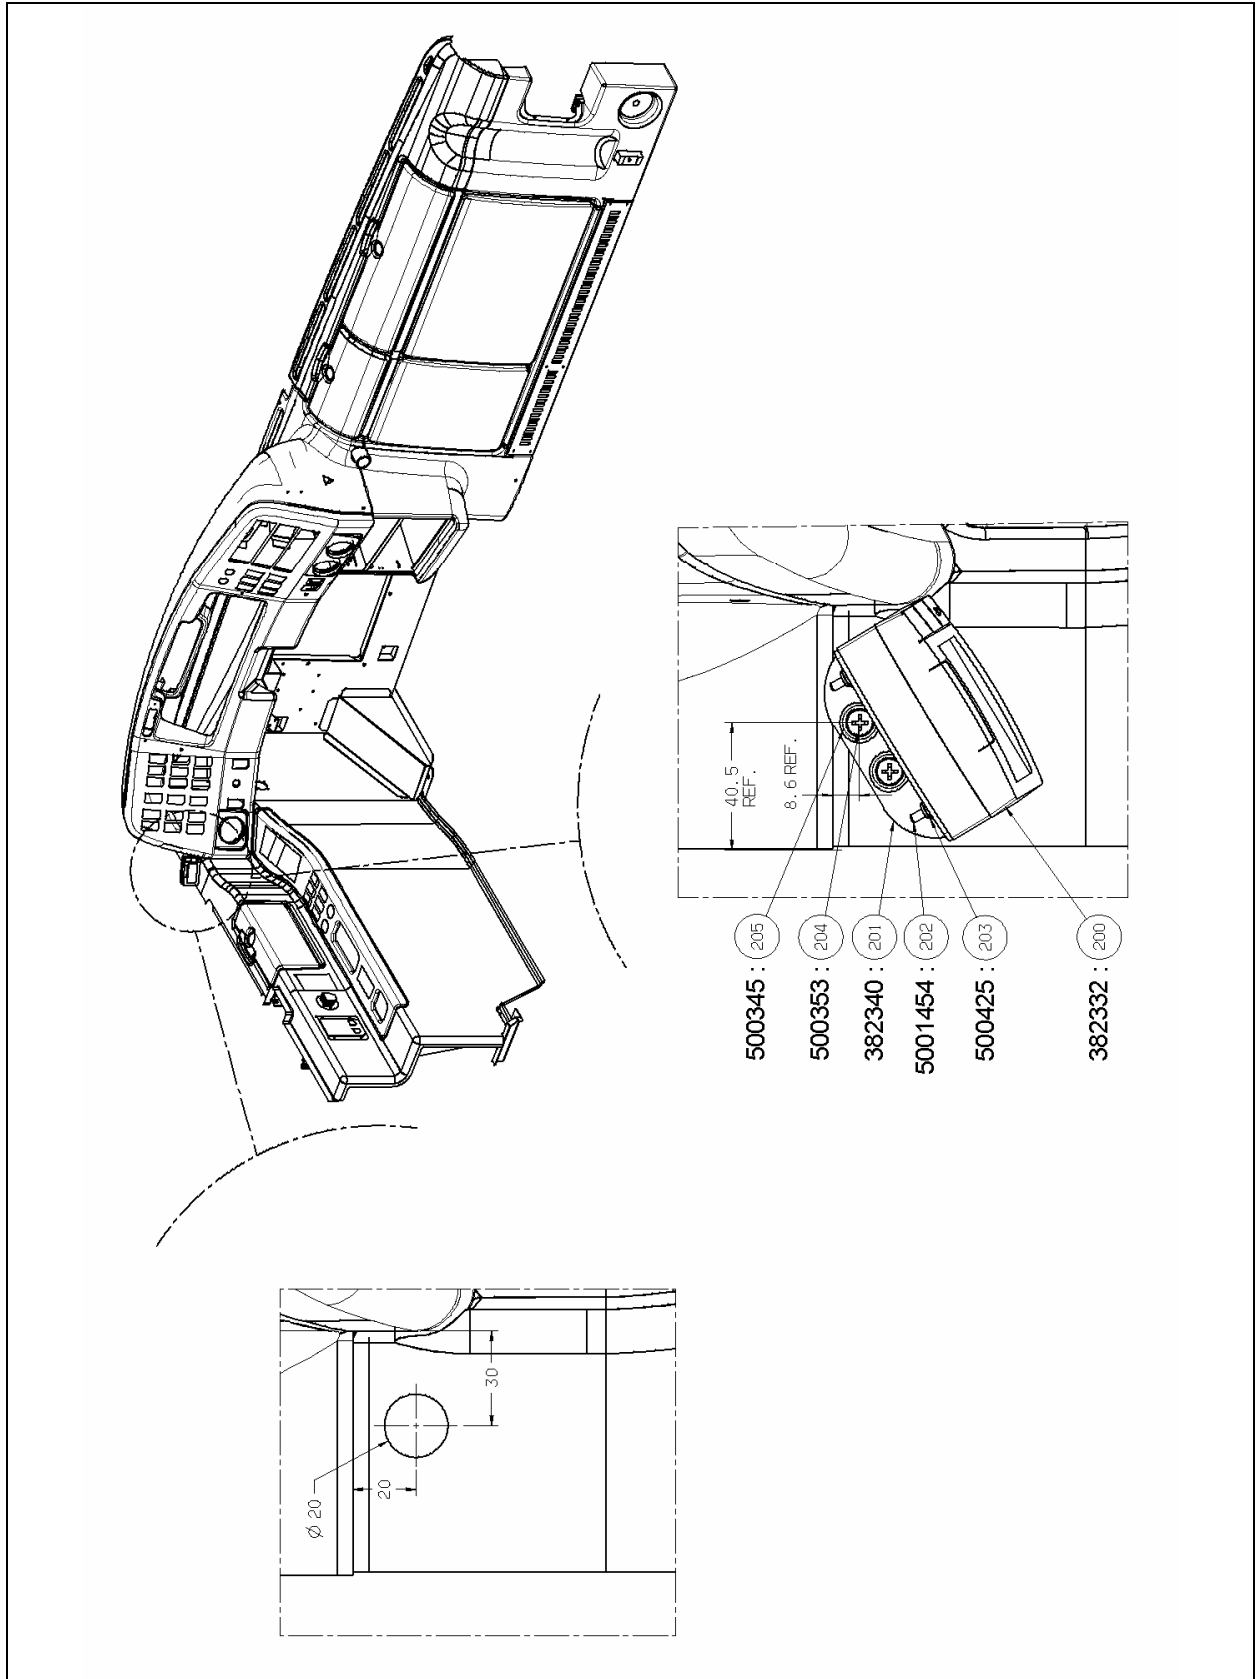

FIGURE 2
12. Percer le trou du fil selon la figure 2. Fixer l'afficheur sur le panneau de commande latéral gauche à l'aide des vis (500353) et des rondelles de finition (500345).